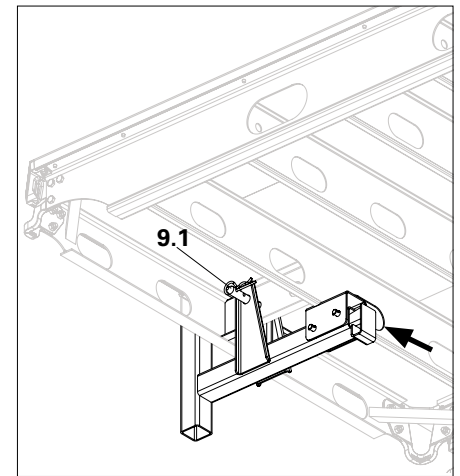
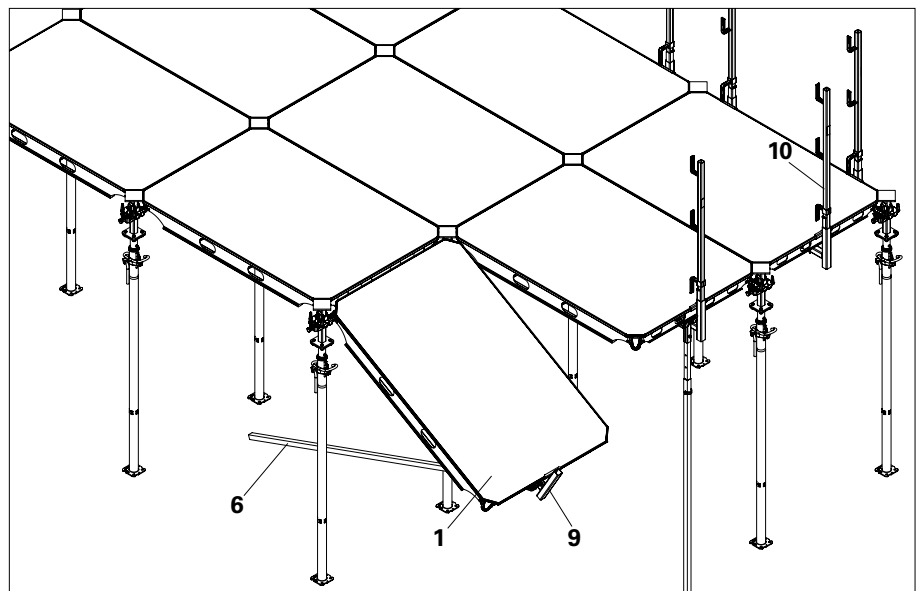
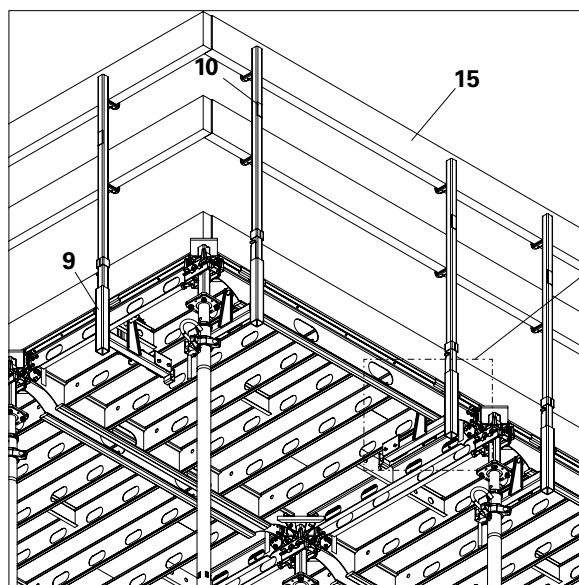

Fig. A9.02
Fig. A9.03
Fig. A9.04
- Para apretar el soporte de la barandilla, golpee su cuña tal y como se muestra en la marca de la flecha. (Fig. A9.02)
- Gire el panel ADP (1) con el soporte de barandilla (9) hacia arriba mediante la horquilla auxiliar de encofrado (6).
- Inserte el poste de barandilla HSGP-2 (10) en el soporte de barandilla (9) desde la parte superior (fig. A9.03).
- Pise la parte superior del encofrado para insertar el poste de barandilla HSGP-2 (10) cuanto el sistema esté firmemente asegurado.
- Inserte los tabloncillos de protección posterior contra caídas (15) y asegúrelas con clavos. (Fig. A9.04)